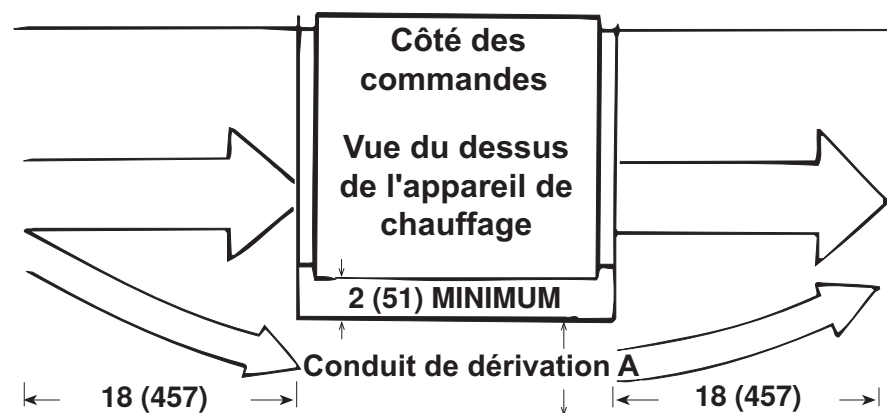

Figure 14. Dimensions du conduit de dérivation
Si le débit d'air (pi^3/min) à travers l'appareil de chauffage est plus élevé que le débit désiré ou permis par l'appareil, vous pouvez installer un conduit de dérivation (voir **Figure 14**) pour remédier à la situation. Le conduit de contournement doit être situé sur le côté opposé aux commandes et à 51 mm (2 pouces) du panneau latéral de l'échangeur de chaleur. La profondeur du conduit de contournement est de 457 mm (18 pouces) tant à l'entrée qu'à la sortie. Déterminez la taille appropriée du conduit de contournement comme suit:
*Voir **Figure 14**.